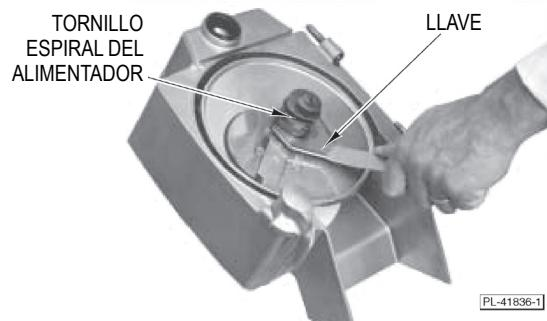

Fig. 6
- Retire el tornillo espiral del alimentador girándolo con la llave en el sentido de las agujas del reloj (Fig. 6).